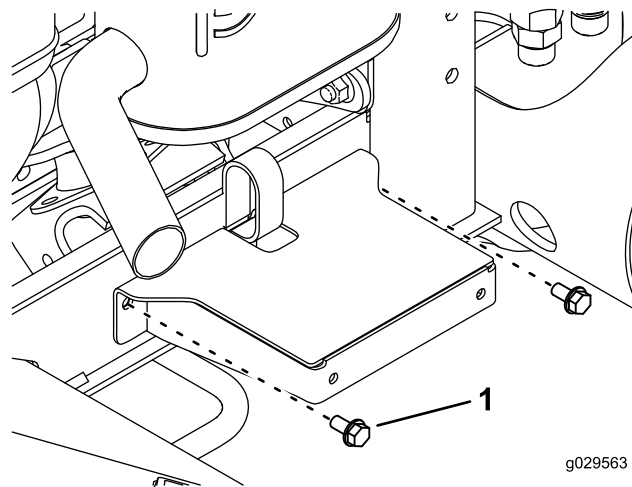

Figura 36
12. Utilizando os novos orifícios perfurados, prenda o guarda-lamas no canal da estrutura com dois parafusos autorroscantes (5/16 pol. x 5/8 pol.), tal como se ilustra na Figura 36.